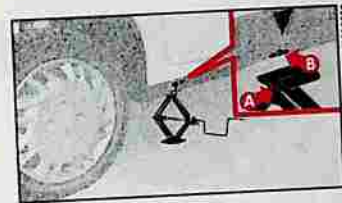

fig. 3
9) Actionner le cric de façon à l'ouvrir partiellement, puis le placer sous la voiture au niveau du symbole **A** fig. 3 à proximité de la roue à remplacer.